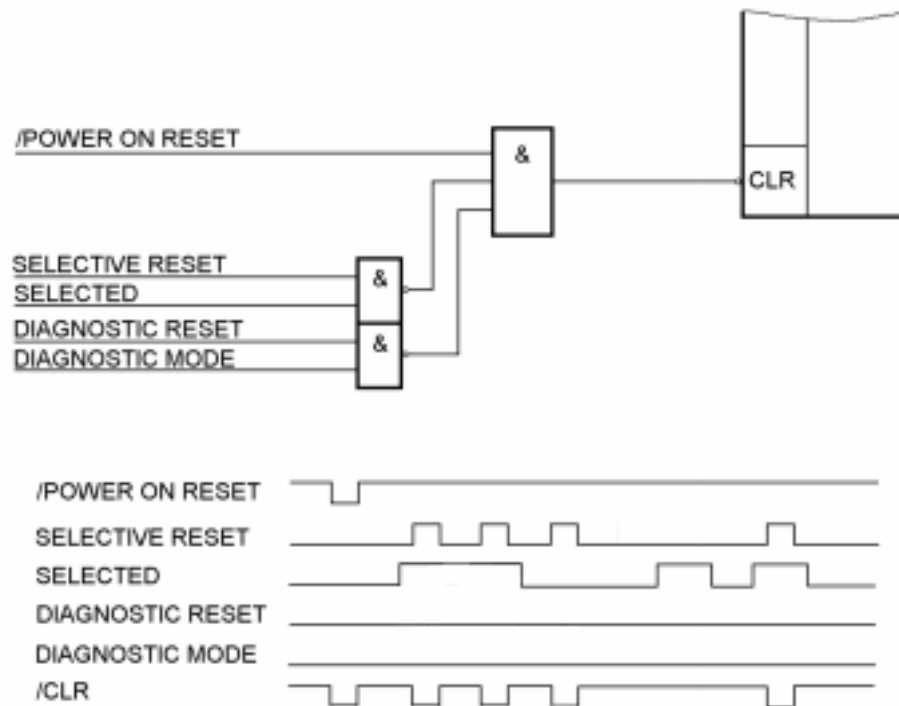

Abb. 6
7. In einer Schaltung wird ein Schaltkreis über ein kombinatorisches Netzwerk zurückgesetzt. Sie messen die dargestellten Signalverläufe (Abbildung 6). Ist das in Ordnung? Kennzeichnen und erläutern Sie ggf. den Fehler.